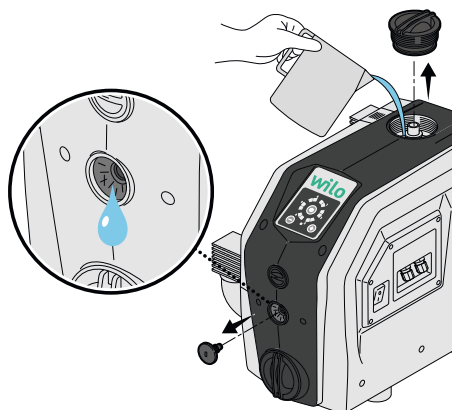

Fig. 8: Enchimento
2. Encher o produto com água (aprox. 1,5 l) até que a mesma saia pela abertura de ventilação (Fig. 8).